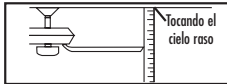

Figura 1
4. La mayoría de los problemas de oscilación del ventilador ocurren cuando los niveles de las paletas no son iguales. Compruebe este nivel seleccionando un punto en el cielorraso sobre el extremo de una de las paletas. Mida la distancia como se muestra en la Figura 1. Manteniendo la medición con un margen de 3 mm, gire el ventilador hasta que la próxima paleta esté colocada en el sitio para la medición. Repita el procedimiento para cada paleta. Si los niveles de las paletas son diferentes, puede ajustar los niveles de las paletas usando el siguiente procedimiento: Para ajustar hacia abajo el extremo de una paleta, inserte una arandela (no incluida) entre la paleta y el soporte de la misma en el tornillo más cercano al motor (Figura 2). Para ajustar hacia arriba el extremo de una paleta, inserte una arandela (no incluida) entre la paleta y el soporte de la misma en los dos tornillos más alejados del motor (Figura 2).